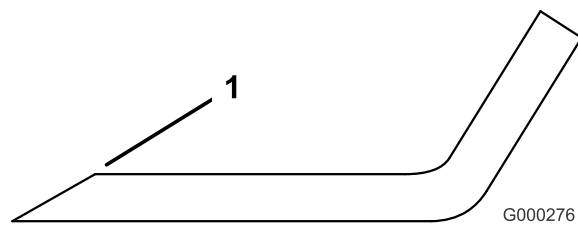

Figura 29
3. Inspeccione los filos de corte de todas las cuchillas. Afile los filos de corte si están romos o tienen mellas. Afile únicamente la parte superior del filo y mantenga el ángulo de corte original para asegurar un filo correcto (Figura 29). La cuchilla permanecerá equilibrada si se retira la misma cantidad de metal de ambos filos de corte.